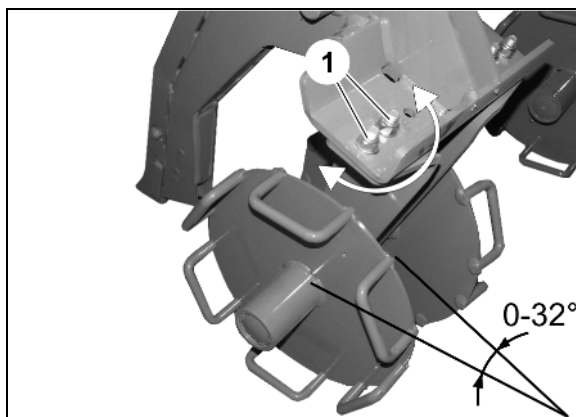

Рис. 88
1. Разъедините оба резьбовых соединения (Рис. 88/1) у каждого диска.